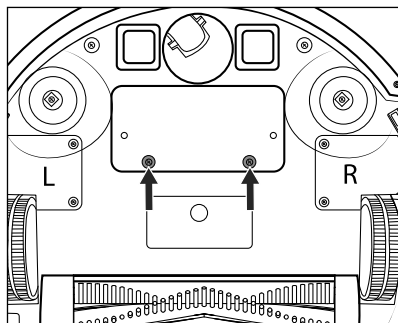

Fig. 16
- 1) Desatornille los dos tornillos de la cubierta del compartimento de la batería 29 (consulte la fig. 16) de la parte inferior del aparato con un destornillador de estrella y retírelos del aparato. Retire la cubierta del compartimento de la batería 29 del aparato.